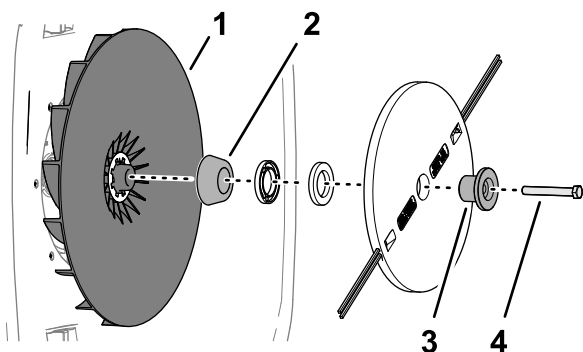

Figura 30
1. Montate il fermo, il disco di taglio, i distanziali e il distanziale conico al girante con il bullone (Figura 30).